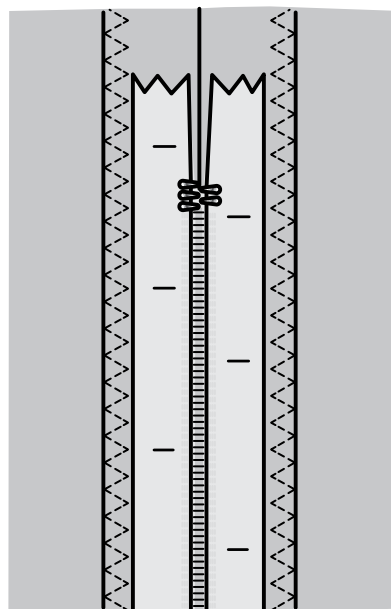

Fig. 1
2. Hilvane la costura restante donde se ha colocado la cremallera. Plancha la costura abierta. Coloque el lado derecho de la cremallera contra la costura planchada abierta, colocando la parada de la cremallera en la marca. Sujete la cremallera con alfileres por el lado derecho para que no se mueva (véase la fig. 1).